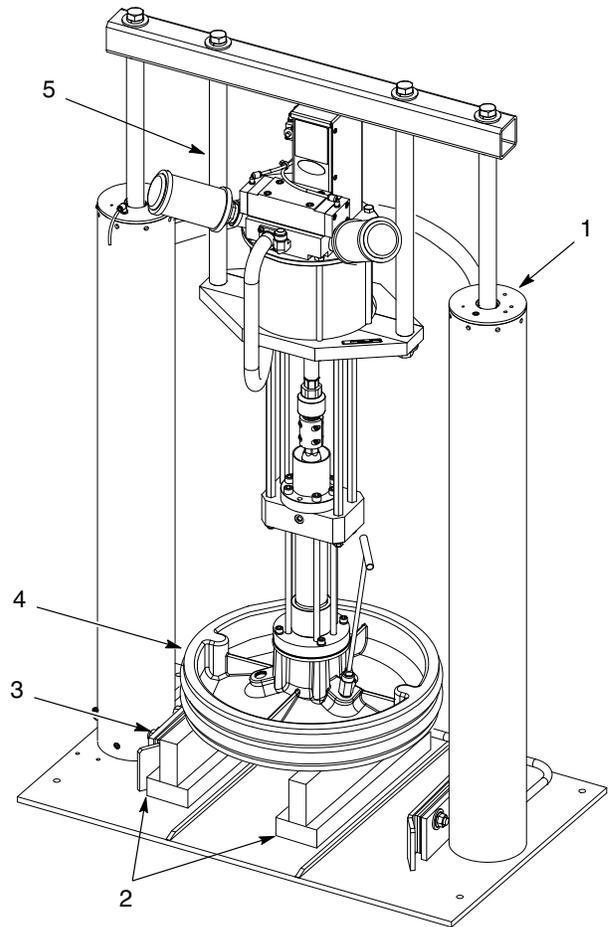

Figura 1 Bloccaggio della piastra di pressione
1. Vedi figura 1. Con i blocchi (2) bloccare la piastra di pressione (4) abbastanza in alto, così da tenerla lontana dalle scarpe di centraggio del fusto (3). Assicurarsi che il gruppo piastra di pressione/motore aria sia fisso per evitare che si rovesci.
3. Togliere qualsiasi dispositivo o braccio installati sopra le teste di cilindri (1) e le aste di montaggio (5).